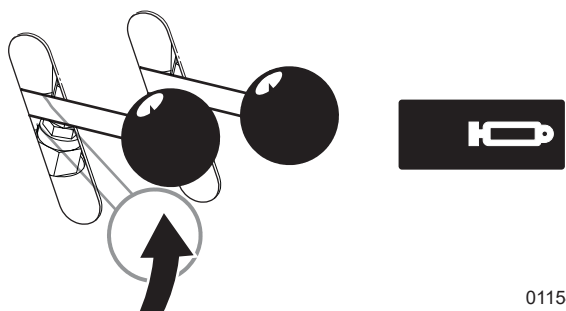

Figure 37—Le bloc de poussée est prêt pour le cycle suivant
- d. Lorsque le bloc de poussée est complètement rentré, la manette de contrôle de **rentrée du vérin de la fendeuse** se déplace automatiquement vers la position neutre (hors de la soupape de détente; voir *Figure 37*)